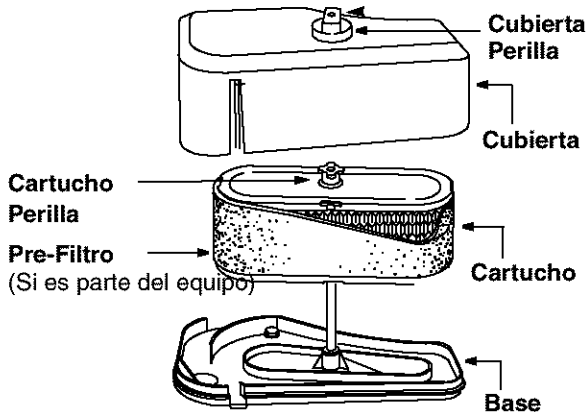

Figura 19
- Levante con cuidado el filtro de aire, incluyendo el pre-filtro, si cuenta con él, y el cartucho desde la base sobre el perno. Ver Figura 19.